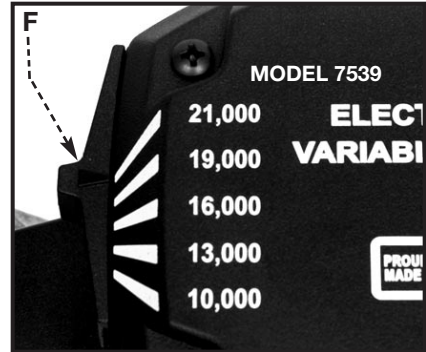

Fig. 12A
La commande de vitesse (F) est située à l'endroit illustré dans la Fig. 12A. Le bouton sélecteur de vitesse donne accès à cinq vitesses de marche allant de 10 000 à 21 000 tr/min. Il est recommandé de régler la vitesse avant d'engager la mèche de la toupie dans l'ouvrage. S'il s'avère nécessaire de modifier la vitesse après le début du travail, mettez la toupie à l'arrêt, retirez la toupie de l'ouvrage et réglez la vitesse.